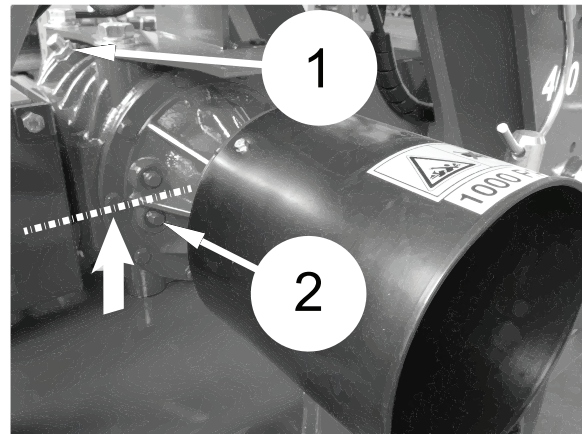

FIG. 43
- Öleinfülldeckel abschrauben (1, Fig. 43)
- Vorderer Pegeldeckel abschrauben, seitlich der Zapfenwelle, gerade unter der längststehenden Mitte derselben Gruppe (2)
UM DEN ARBEITSGANG ZU VEREINFACHEN, IST ES MÖGLICH, EINEN ABSAUGER FÜR FLÜSSIGKEITEN ZUR ÖLVERWERTUNG, VOM ÖL-EINFÜHRLOCH (1, FIG. 43).